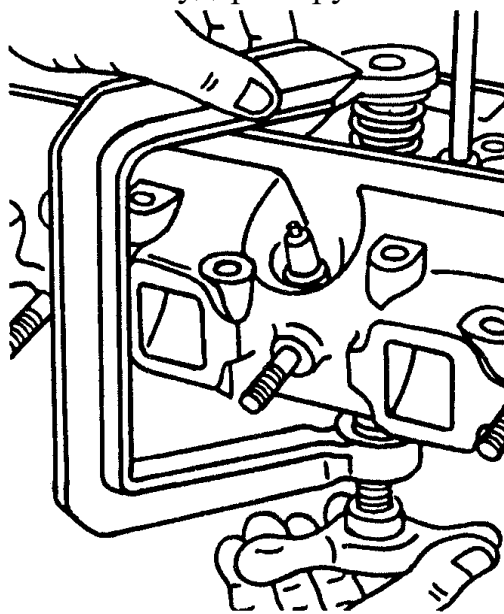

Рис.51. Снятие пружины клапана
22. С помощью съемника снять клапаны (рис.51) и уложить их на стеллажи согласно порядковым номерам. Съемник позволяет осуществлять снятие и установку пружин клапанов на головках цилиндров, как с присоединенными к ним выпускными коллекторами, так и без них. При снятии клапанов необходимо соблюдать осторожность, чтобы не повредить маслоотражательные колпачки. Для облегчения снятия тарелки клапана с сухарей рекомендуется после предварительной затяжки винта съемника слегка ударить рукояткой молотка по съемнику.